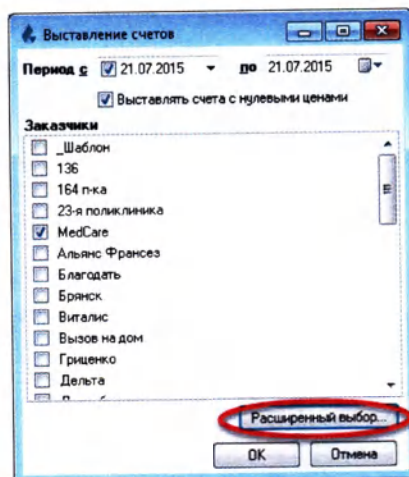

Рисунок 10.6
6. Если в списке «Заказчики» не нашлось подходящего, нажмите кнопку «Расширенный выбор» (Рисунок 10.6):